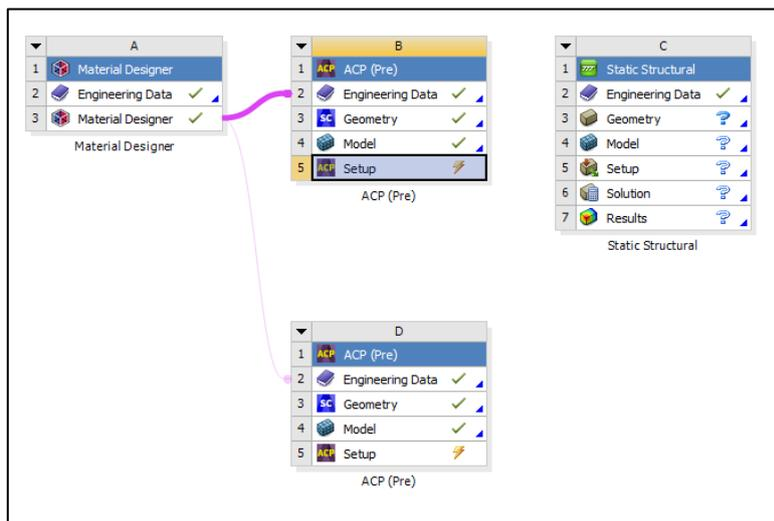

Рис. 24. Промежуточный проект
– для пункта 13.5 не нажимаем кнопку **Flip** (5).
14.2. В итоге получаем проект, как показано на рис. 24.